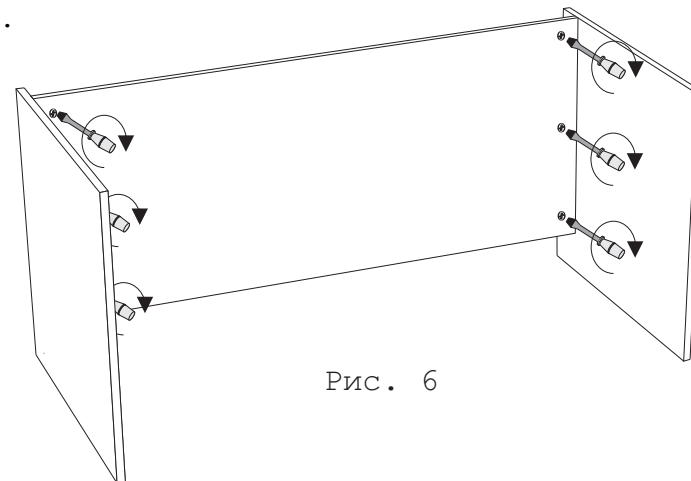

Рис. 6
5. Соединить бока стола 1 и 2 с соединительным щитом 3, затянуть эксцентрики 6 на соединительном щите 3 по часовой стрелке до упора (Рис. 6).